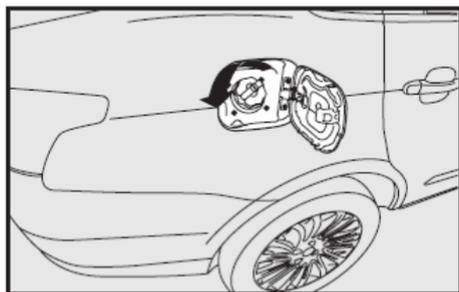

fig. 103
- Gire la tapa fig. 103 en sentido antihorario, girándola hasta que se suelte completamente de la boca de llenado.